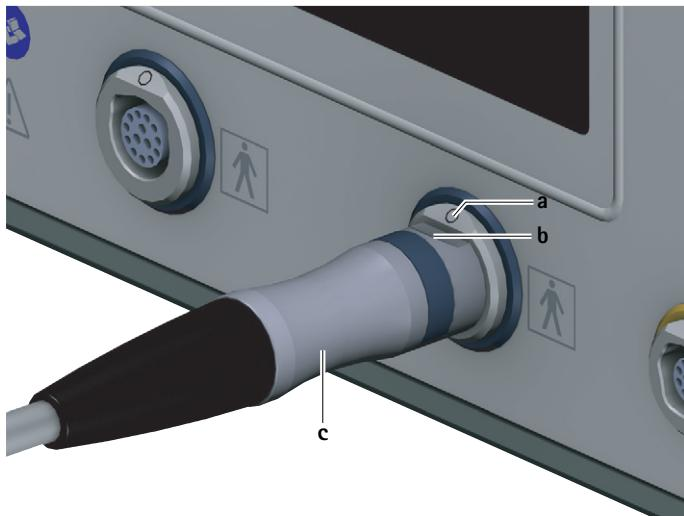

Fig. 3 Anslut motorkabeln
- Rikta styrenhetens kontakt **c** på motorkabeln så att markeringen **b** på kontakten stämmer överens med markeringen **a** på användningsdelarnas anslutningsuttag **7**, se Fig. 3.
- Dra ut motorkabeln på kontakten för styrenheten c från anslutningsuttaget för användningsdelarna 7, se Fig. 3.